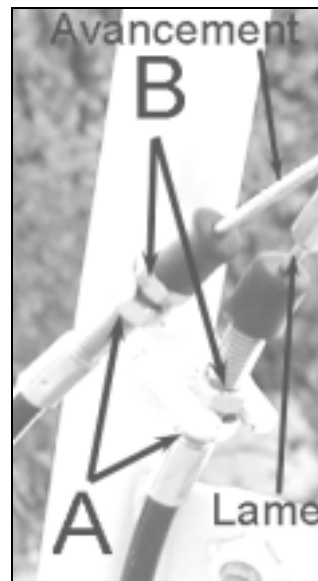

Figure 16
-Si lorsque vous appuyez sur la poignée de commande de la transmission, la machine n'avance pas ou que vous entendez la courroie patiner, ajustez la tension du câble de la transmission en dévissant le contre écrou de réglage du tendeur (figure 16, repère A), puis en dévissant l'écrou de réglage du tendeur (figure 16, repère B). Resserrez le contre écrou puis vérifiez si la machine fonctionne normalement. Refaites le réglage si la machine ne fonctionne pas normalement.
-Si lorsque vous relâchez la poignée de commande de la transmission, la machine ne s'arrête pas, ajustez la tension du câble de la transmission en dévissant le contre écrou de réglage du tendeur (figure 16, repère A), puis en vissant l'écrou de réglage du tendeur (figure 16, repère B). Resserrez le contre écrou puis vérifiez si la machine fonctionne normalement. Refaites le réglage si la machine ne fonctionne pas normalement.
-Si lorsque vous relâchez la poignée de commande de la lame, la lame ne s'arrête pas, ajustez la tension du câble en dévissant le contre écrou de réglage du tendeur (figure 16, repère A), puis en vissant l'écrou de réglage du tendeur (figure 16, repère B). Resserrez le contre écrou puis vérifiez si la machine fonctionne normalement. Refaites le réglage si la machine ne fonctionne pas normalement.
-Si lorsque vous démarrez la machine et que la lame tourne ou que vous entendez la courroie patiner, ajustez la tension du câble en dévissant le contre écrou de réglage du tendeur (figure 16, repère A), puis en dévissant l'écrou de réglage du tendeur (figure 16, repère B). Resserrez le contre écrou puis vérifiez si la machine fonctionne normalement. Refaites le réglage si la machine ne fonctionne pas normalement.